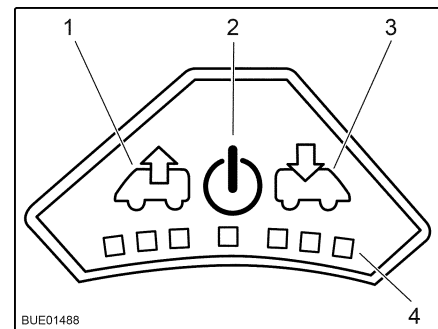

Fig. 56 Cuadro de mando del ventilador
- Pulsar la tecla On/Off (Fig. 56,2). El ventilador funciona en el modo confort (extracción con la velocidad más baja del ventilador).
- Para aumentar la velocidad del ventilador: Pulsar la tecla de extracción (Fig. 56,1). La velocidad del ventilador aumenta un nivel en el sentido de extracción de aire. Los LED (Fig. 56,4) muestran los niveles de ajuste.
- Para disminuir la velocidad del ventilador: Pulsar la tecla de ventilación (Fig. 56,3). La velocidad del ventilador disminuye un nivel.
- Para aumentar la velocidad del ventilador: Pulsar la tecla de ventilación (Fig. 56,3). La velocidad del ventilador aumenta un nivel en el sentido de ventilación. Los LED (Fig. 56,4) muestran los niveles de ajuste.
- Para disminuir la velocidad del ventilador: Pulsar la tecla de extracción (Fig. 56,1). La velocidad del ventilador disminuye un nivel.
- Pulsar la tecla On/Off (Fig. 56,2). El ventilador se detiene, los LED se apagan.